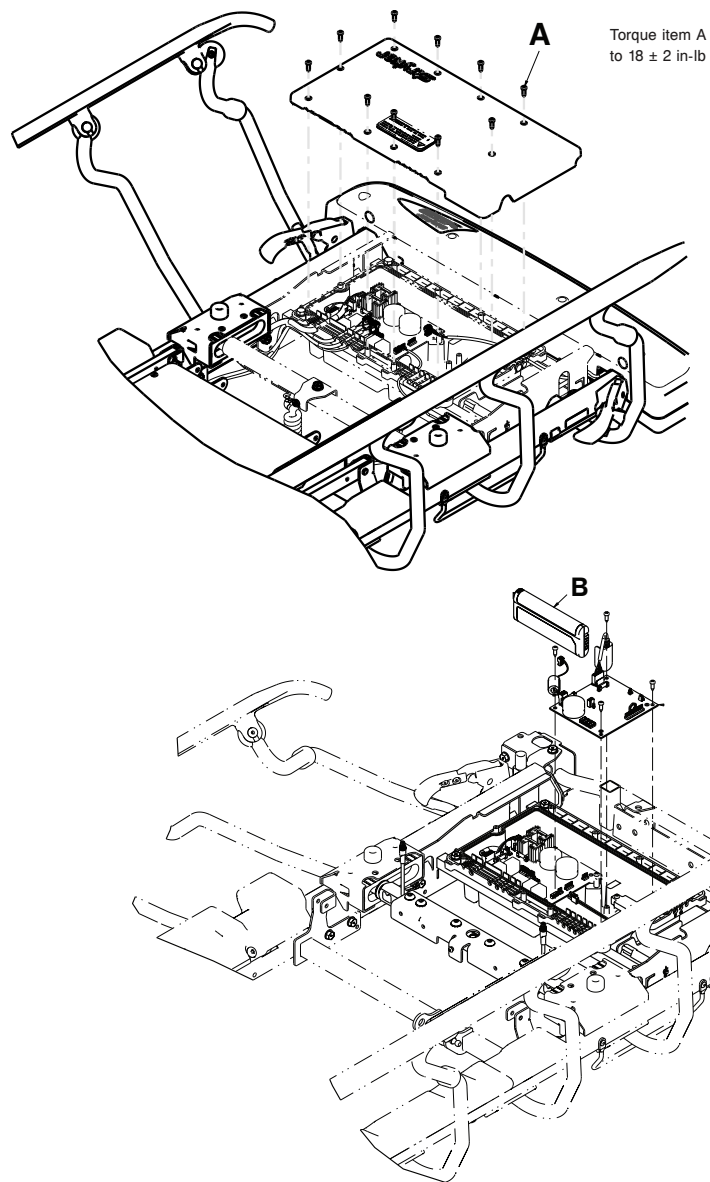

Figure 54 – Remplacement de la batterie du système de pesée - électrique
5. À l'aide d'un tournevis cruciforme n° 2, retirer les 10 vis de taraudage à tête cylindrique (A) qui fixent le couvercle du panneau de commande sur le boîtier de commande du système de pesée/**Chaperone** (Figure 54).